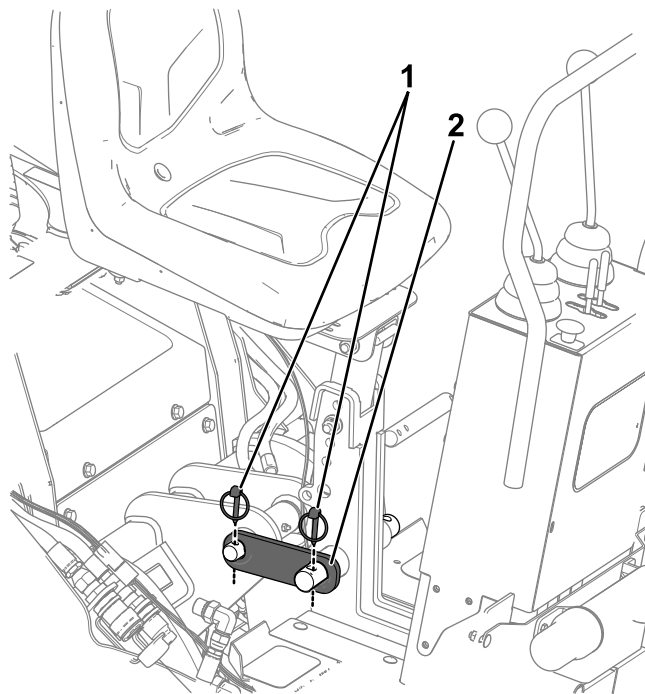

Figura 4
3. Instale un eslabón de amarre, tal y como se muestra en la Figura 4. Fije el eslabón de amarre con 2 bloqueos de pasador.